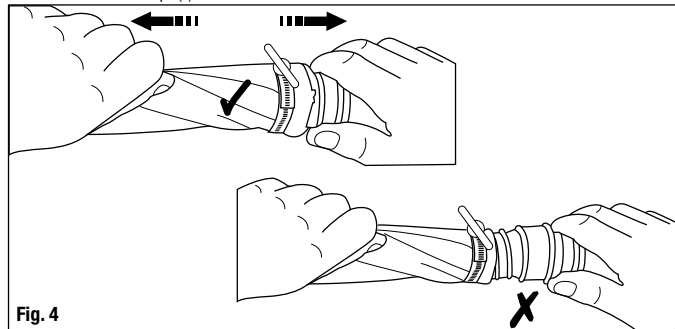

Fig. 4
- Aplique no adaptador de 2 a 3 puxões fortes para garantir que a braçadeira está firme e que o adaptador não se desacople da braçadeira e puxe o capuz (Fig. 4). Se a braçadeira sair, então comece o processo de encaixe novamente com a etapa (a) acima.